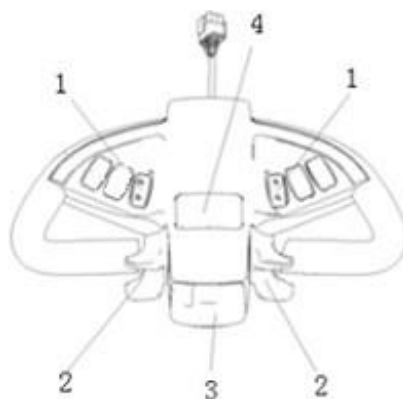

Рисунок 3. Рукоятка управления
Убедитесь, что индикатор заряда аккумулятора загорелся, проверьте степень заряда аккумулятора. Также перед началом работы следует проверить работоспособность звукового сигнала нажатием на кнопку (4) (см. рис. 3), а также систему тормоза.
Перед началом движения подъемно-транспортного устройства необходимо отклонить рукоятку-манипулятор от вертикального положения (В) в положение (F) (см. рис 4). Чтобы начать движение поверните большим пальцем рычаг управления движением (2) в сторону движения (см. рис. 3). Степень
При необходимости плавной остановки подъемно-транспортного устройства следует отпустить рычаг (2) управления движением (см. рис. 3). Он должен автоматически вернуться в нейтральное первоначальное положение.
Если оператор задействует кнопку аварийного реверса (3), находящуюся на рукоятке управления (см. рис. 3), при движении назад, подъемно-транспортное устройство немедленно остановится, и начнет движение в противоположном направлении, пока нажата аварийная кнопка.
Для управления вилами подъемно-транспортного устройства предусмотрено две сдвоенные кнопки (1), находящиеся на рукоятке управления (см. рис. 3). Для опускания вил необходимо зажать кнопку со стрелочкой «вниз», а для подъема вил, необходимо зажать кнопку со стрелочкой «вверх».